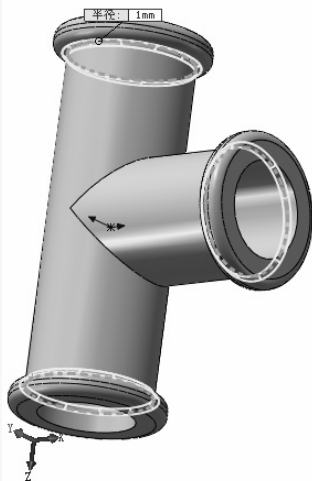
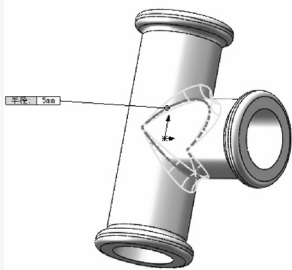
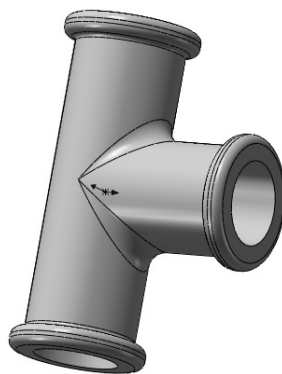

图 6-24 创建其他圆角特征
图 6-25 选择圆角边
图 6-26 最终结果
6) 创建其他圆角特征。仿照步骤 5)，在（半径）文本框中输入“1”，单击图标右侧的列表框，然后在图形区选择三条边线，如图 6-24 所示。继续创建管接头圆角，圆角半径为 5，如图 6-25 所示，圆角最终效果如图 6-26 所示。